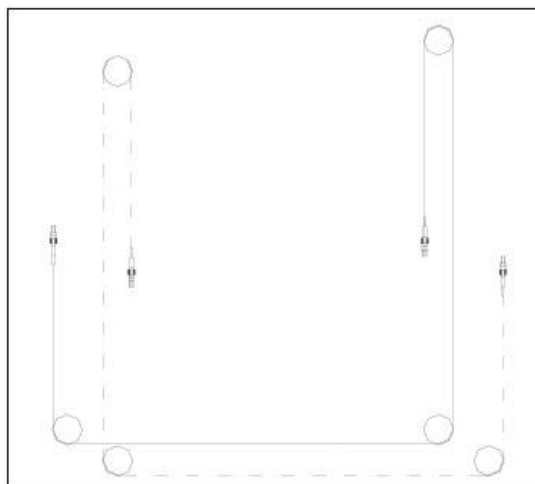

Рис. 30
- ◆ Установите балансировочные тросы в соответствии с рис. 30. Трос можно протянуть из отверстия на панели перед фиксированием обеих колонн.